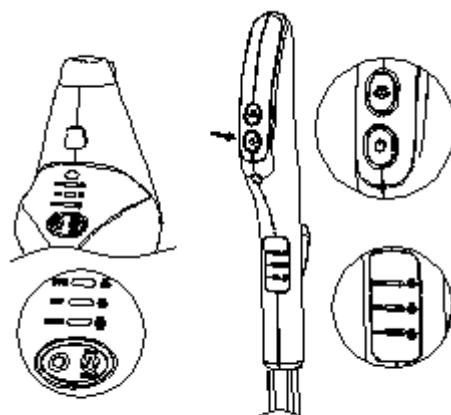

fig.9
- Het indicatielampje op de hoofdbehuizing zal knipperen, druk op de aan-/uitschakelaar op het hendel (3), het indicatielampje op de hoofdbehuizing zal rood blijven branden, het indicatielampje voor het stoomvermogen (6) op het hendel en het indicatielampje voor het stoomvermogen op de hoofdbehuizing (10) zullen branden. Het indicatielampje op de hoofdbehuizing zal na 25 seconden op blauw springen. De stoom zal nu ontsnappen. (fig.9)
- Druk op de stoomknop op het hendel (2) om het stoomvolume aan te passen.